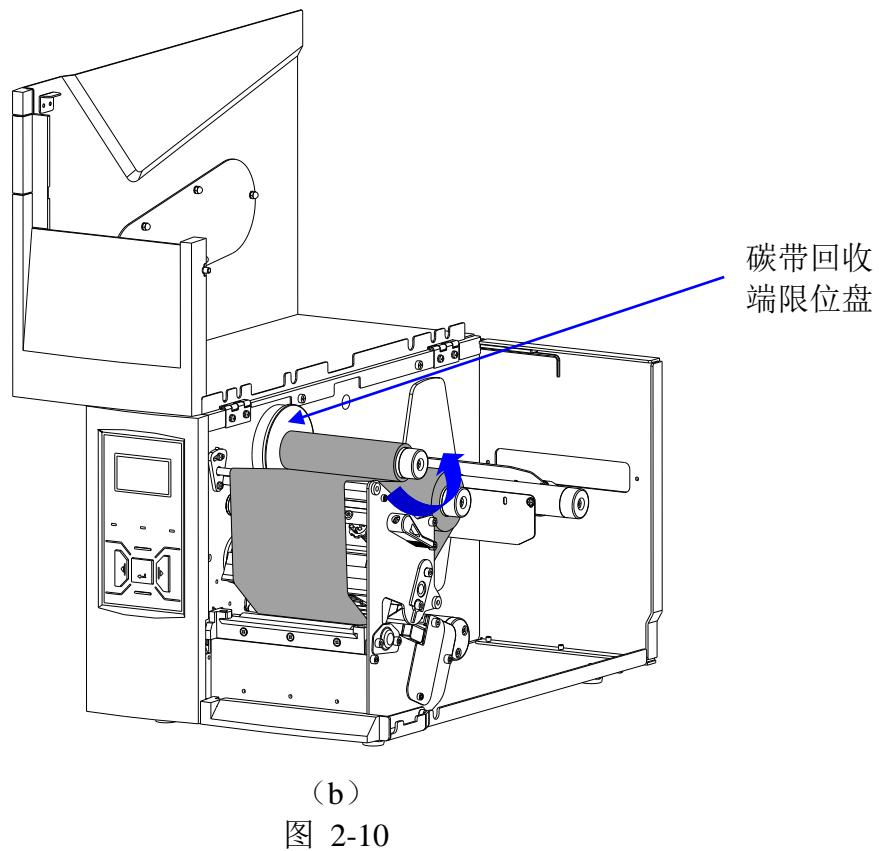

图 2-10
6. 将卷好碳带的空卷芯绕过打印模组，套入碳带回收轴，并靠紧碳带回收端限位盘，沿逆时针方向转动碳带回收轴，直至碳带绷紧，如图 2-10 (a) (b) 所示。